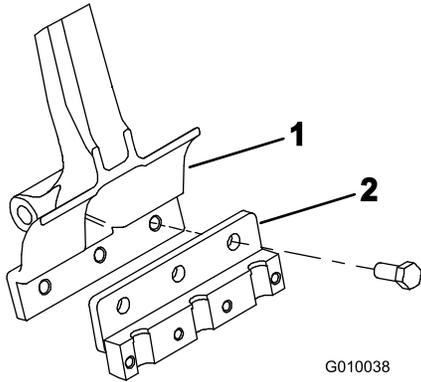

図 22
3. 各タインアームにタインホルダーを取り付ける 図 22 ボルト 1/2 x 1-1/4 in 3 本を使用。ボルトを 101.6N m 37kg.m = 75ft-lb にトルク締めする。